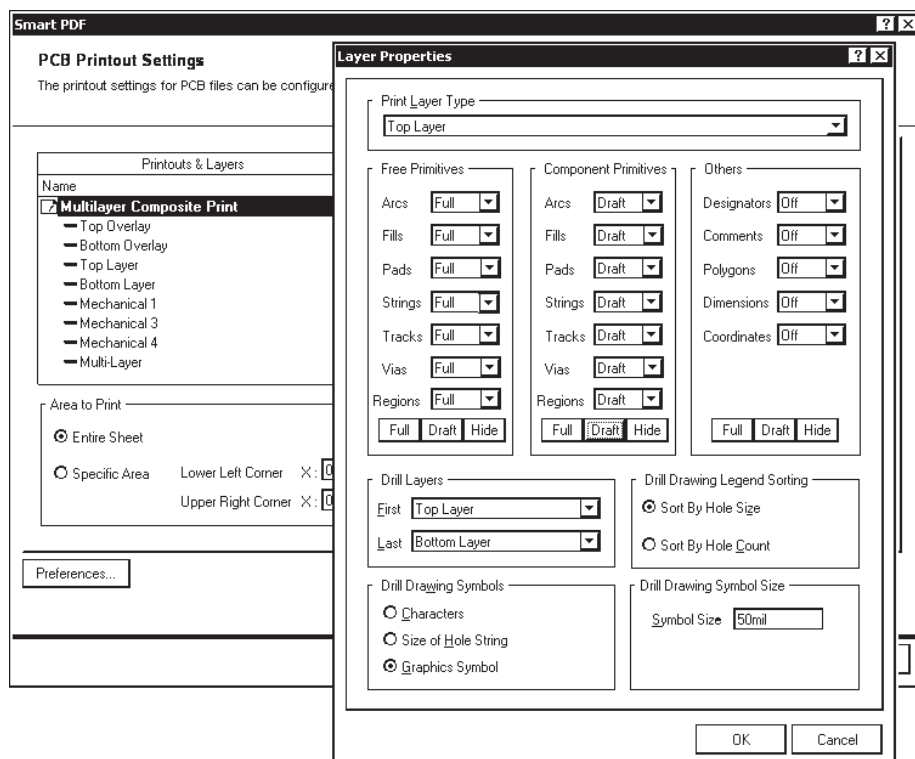

Рис. 10.2. Диалоговое окно настройки экспорта в формат Adobe PDF
3. На следующем шаге в окне **PCB Printout Settings** настроить видимость слоев и объектов на выбранных слоях в результирующем PDF-документе. Для этого выбрать слой курсором и двойным щелчком левой кнопкой мыши открыть диалоговое окно **Layer Properties** настройки видимости объектов на слое (рис. 10.2).
Двойной щелчок левой кнопкой мыши на слое открывает окно **Layer Properties** настройки видимости объектов на слое, аналогичное изображенному на рис. 10.2. Кнопки **Full**, **Draft** и **Hide** включают или отключают видимость указанного слоя в этом листе распечатки.